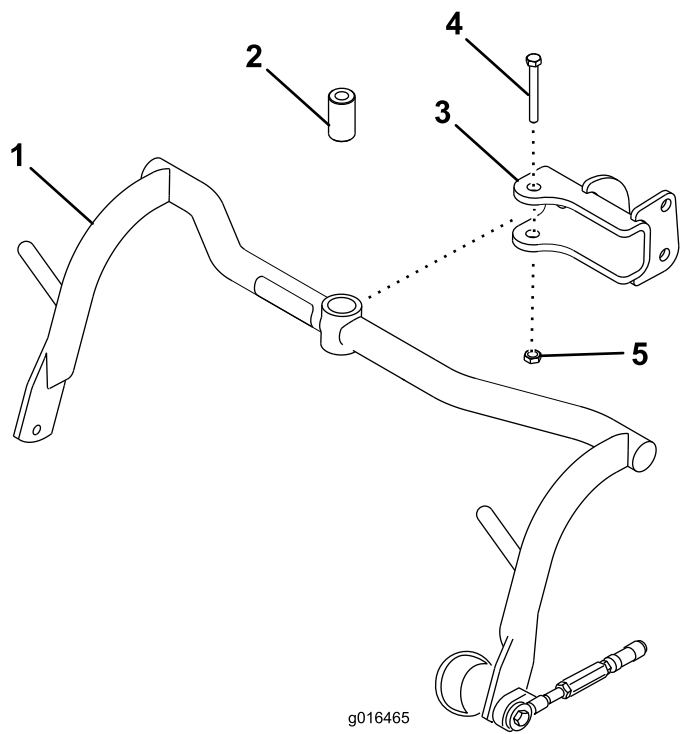

图 5
1. 用隔片、螺栓 $\frac{1}{2}$ x $3\frac{1}{4}$ 英寸和锁紧螺母 $\frac{1}{2}$ 英寸将承载架组件安装到各个 U 形销上请参阅图 5。上紧扭矩至 91113N·m。